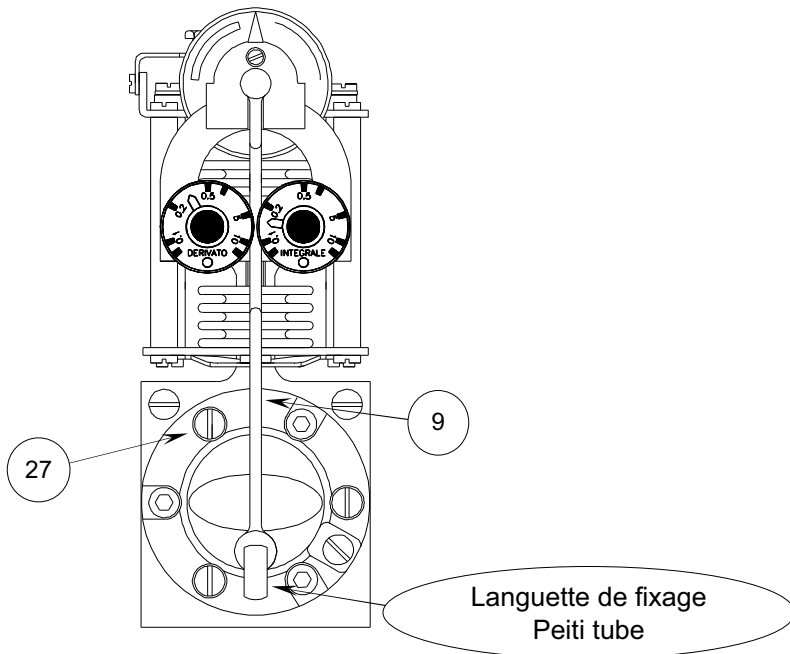

Fig. 14.3.2
La présence d'huile et de condensat dans l'air d'alimentation pourrait rendre nécessaire le nettoyage des membranes (31) et (35) et des autres organes intérieurs du relais (voir fig.14.3.2). Pour démonter le relais, procéder de cette façon:
- 4) Enlever les trois vis hexagonales (28 Fig. 14.3.2), démonter le relais et nettoyer ou remplacer les membranes.
- 5) Assembler de nouveau le relais en suivant avec attention le dessin explosé de la Fig. 14.3.2.